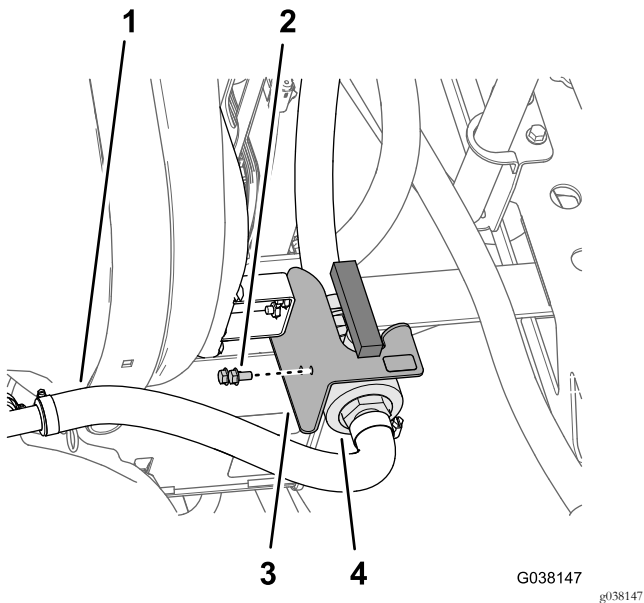

Figura 21
1. Rimuovete i 2 bulloni a testa flangiata (5/16 x 5/8") che fissano la valvola di accelerazione dell'agitatore alla staffa delle valvole di accelerazione (Figura 21).